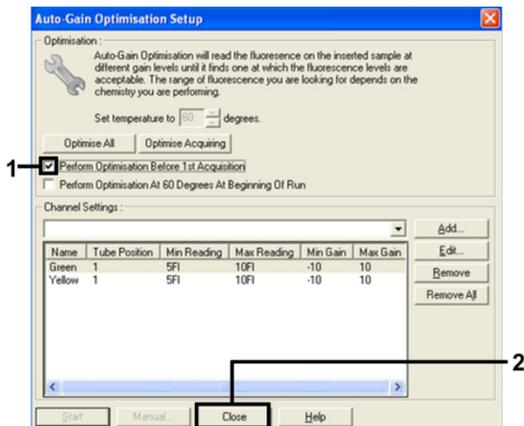

Abbildung 12. Auswahl der Kanäle Green (Grün) und Yellow (Gelb).
14. Aktivieren Sie das Kontrollkästchen Perform Optimisation before 1st Acquisition (Optimierung vor der 1. Erfassung durchführen) und klicken Sie dann auf Close (Schließen), um zum Assistenten zurückzukehren (Abbildung 12).